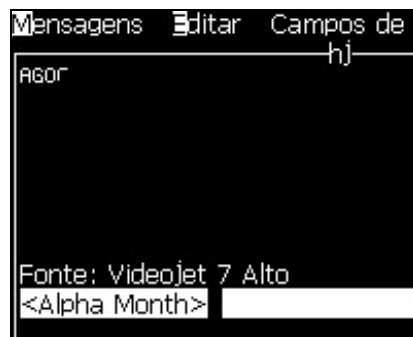

Figura 5-18: Campo de usuário - Mês alfabético
- 2 Selecione o campo de usuário que pretende e pressione a tecla *Enter*. Por exemplo, o campo de usuário *Mês alfabético* é apresentado na Figura 5-18.